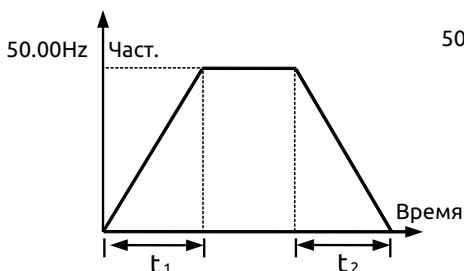

Рис. 7-1 Линейный профиль разгона/торможения
**0: Линейный профиль.** Выходная частота увеличивается или уменьшается линейно (по наклонной линии) (см. Рис. 7-1).